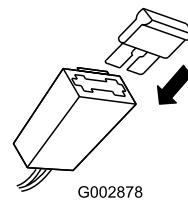

Bild 41
- Setzen Sie die Sicherung in den Sicherungshalter ein (Bild 41).